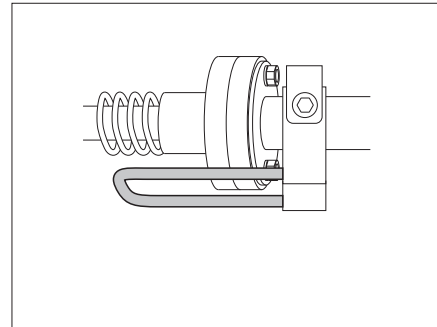

Fig. 146 Levier de sécurité en position de verrouillage
► Avant d'utiliser le lit, contrôler si le levier de sécurité se trouve dans la position de sécurité (Fig. 146).
- Mettre le levier de sécurité dans la position de sécurité (Fig. 146).